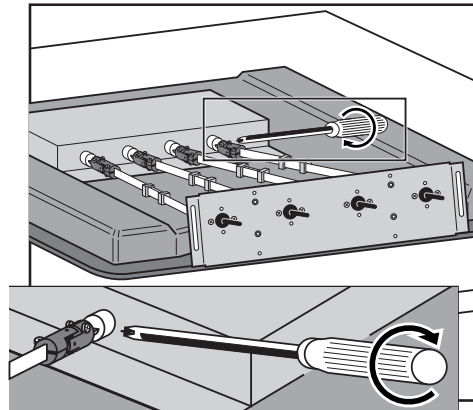

Abb. 6
- Kardangeln in Reihenfolge auf den Hahnküken der Kochmulde anbringen (siehe Abb. 6) und Gelenke ca. 10 mm aufschieben und festschrauben.
- Kardangeln auf die Hahnküken der Kochmulde schieben. Gelenke ca. 10 mm auf die Stifte schieben und festschrauben (siehe Abb. 6).